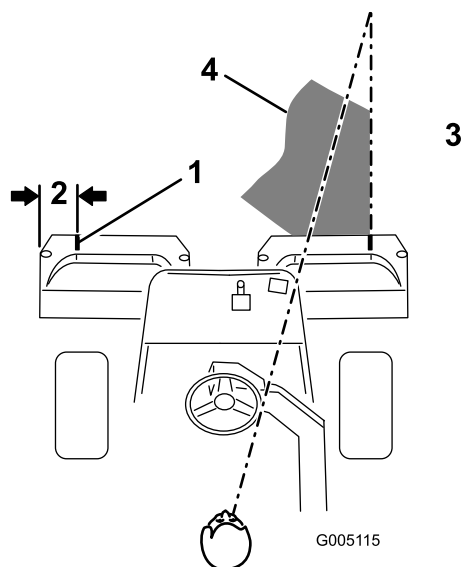
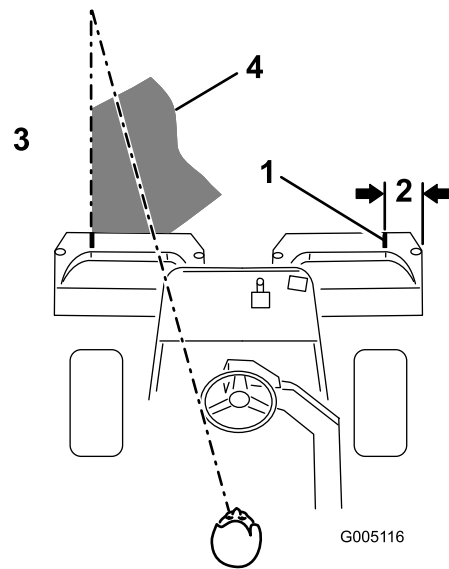

Bild 30
Bild 31
2. Bringen Sie einen Streifen weißen Isolierbands an jedem Korb an, oder zeichnen Sie eine Linie. Das Isolierband bzw. die Linie sollte parallel mit der äußeren Kante jedes Korbs verlaufen (Bild 30).
Grünfläche vorstellen (Bild 30 und Bild 31).
Maschine bleibt (Bild 30 und Bild 31).